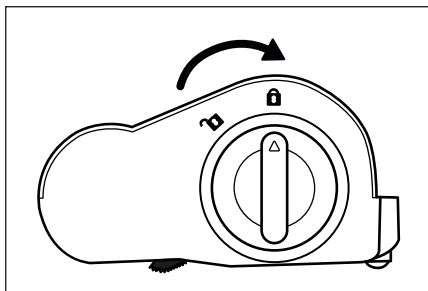

Fig. 29
- 5) Inserire il rullo a spazzola **20** nella spazzola per pavimenti **21** e ruotare lo sblocco del rullo a spazzola **19** in direzione del simbolo  (chiudere) (vedere fig. 29).